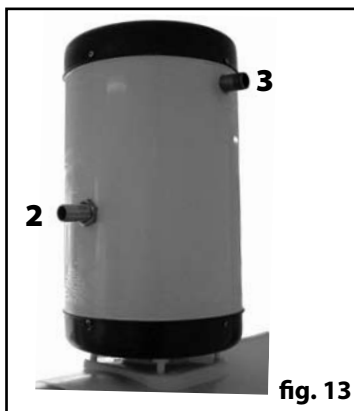
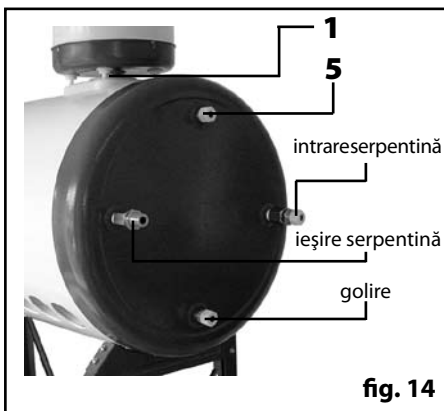
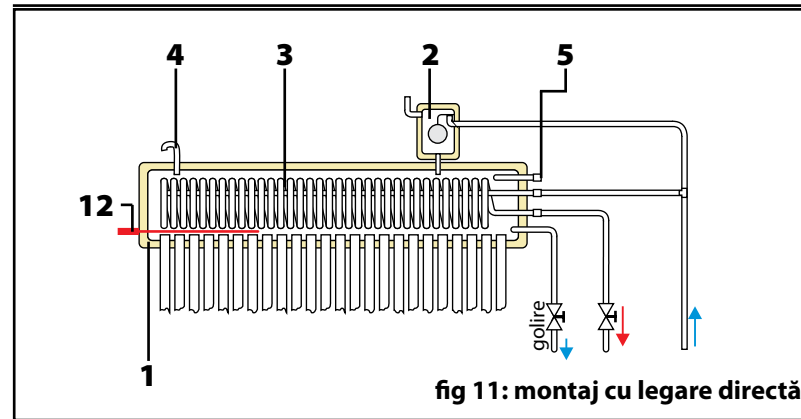

fig. 13
fig. 14
fig 11: montaj cu legare directă
11. La celălalt racord rămas liber (**4**, fig. 11) se conectează o țevă de preaplin de lungime egală cu înălțimea separatorului de presiune (40 cm). **Atenție: este strict interzisă blocarea racordului de preaplin!** Rezervorul și separatorul său de presiune trebuie să comunice în permanență cu atmosfera pentru a se egaliza presiunea din rezervor, în caz contrar colectorul solar se poate deteriora. Racordul **5** din fig. 14 se poate bloca cu un dop.
12. Colectorul solar de tip P poate funcționa în două moduri: prin legare directă și cu boiler de preîncălzire. Modalitatea de conectare în fiecare dintre cele două cazuri este reprezentată în fig. 11 respectiv 12.
Modalitatea de funcționare prin **legare directă** (fig. 11) este varianta standard de conectare a colectorului solar. Alimentarea cu apă din rețeaua comunitară se conectează la serpentina rezervorului colectorului solar respectiv la racordul de alimentare cu apă **2** (fig. 13) al separatorului de presiune **2**, fig. 11. La capătul celălalt al serpentinei se colectează apa caldă menajeră.